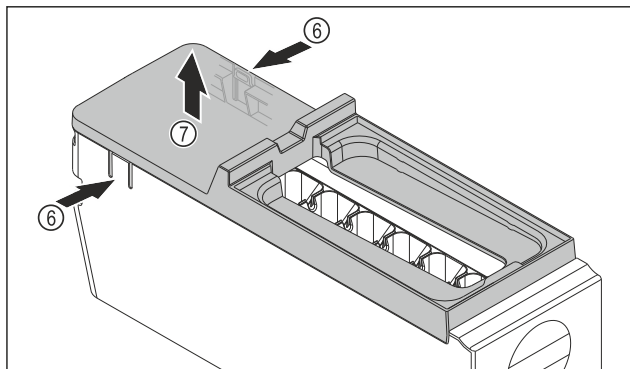

Fig. 142
- Udtagning af EasyTwist-Ice-legemets afdækning: Tryk på laskerne Fig. 142 (6) på begge sider af EasyTwist-Ice-legemet med den ene hånd.
- Tag afdækningen Fig. 142 (7) op og ud med den anden hånd.